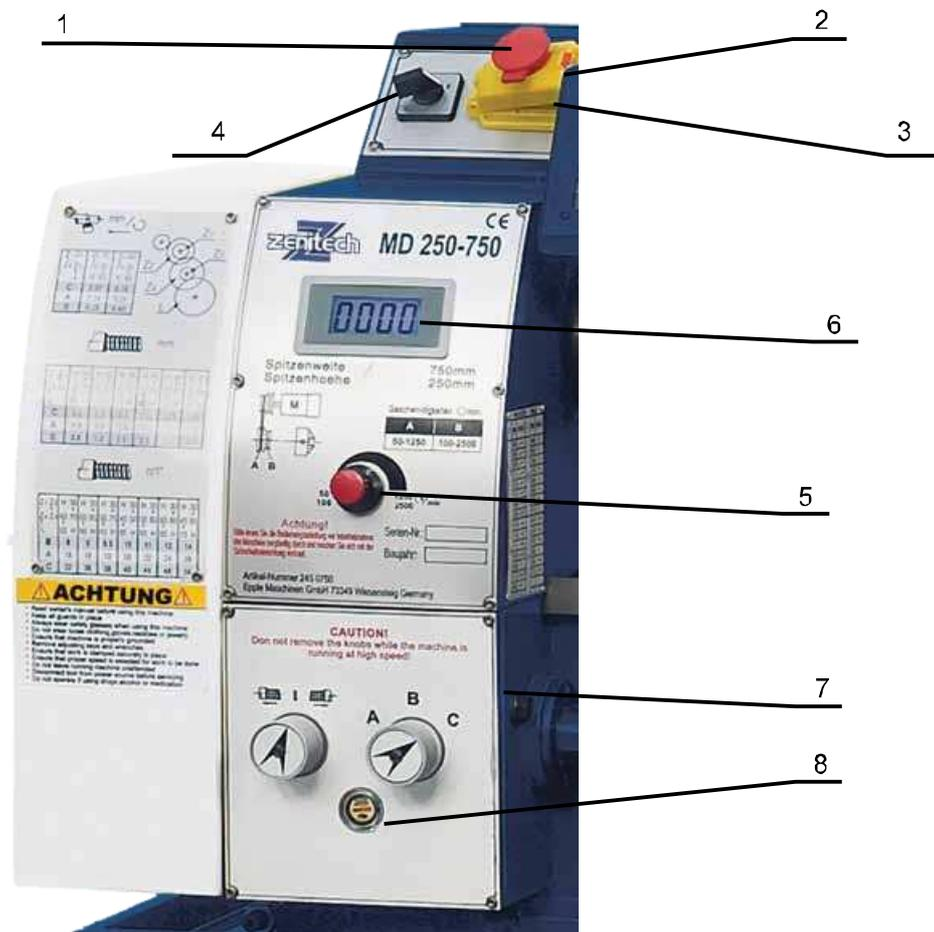

Рисунок 7
Откройте крышку-кнопку 1 (рисунок 7). Включение станка производится кнопкой 2 (рисунок 7), отключение – кнопкой 3 (рисунок 7) или переключателем 4 (рисунок 7) установкой его в положение «0». Станок может быть остановлен в экстренном случае нажатием на крышку-кнопку
Перед включения станка переведите переключатель 4 (рисунок 7) в положение « F » для вращения шпинделя против часовой стрелки (вперед) или « R » для вращения шпинделя по часовой стрелке (назад). Положение «0» - «выключено», станок не включается.
Поворотом регулятора 5 (рисунок 7) по часовой стрелке происходит увеличения скорости вращения шпинделя, при повороте против часовой стрелки – уменьшение скорости вращения шпинделя. Фактическая скорость вращения шпинделя отображается на дисплее 6 (рисунок 7). Определенный диапазон скоростей зависит от положения приводного ремня на шкивах коробки передач.
8.1 Заполните резервуар коробки подач через заливное отверстие 7 (рисунок 7) жидким маслом до отметки на маслоуказателе 8 (рисунок 7). В процессе работы постоянно проверяйте уровень масла, при необходимости долийте до нужного уровня. После первых 3 -х месяцев эксплуатации слейте масло полностью и залейте свежее. Слив масла производится через отверстие (С, рисунок 27). В дальнейшем меняйте масло ежегодно.